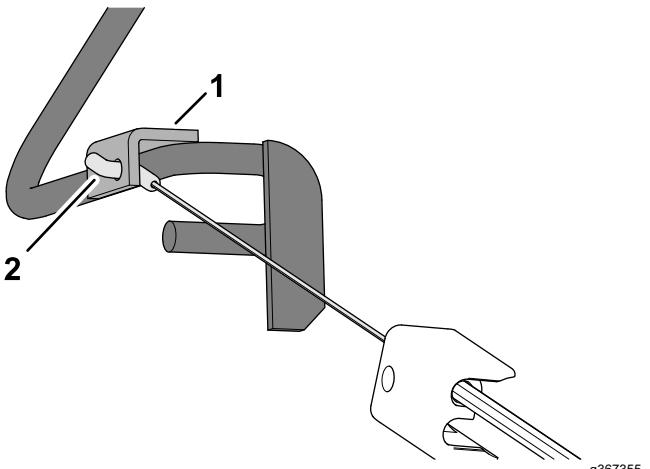

Figure 11
3. Insérez la fixation du câble dans le trou du support de la barre de présence de l'utilisateur, comme montré à la Figure 11.